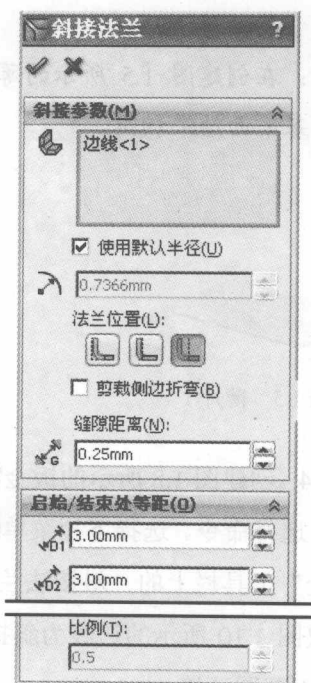

图 1.12 “斜接法兰”窗口
② 选择下拉菜单 **插入(I)** → **退出草图** 命令, 退出草图环境, 系统弹出图 1.12 所示的“斜接法兰”窗口。
(3) 定义斜接法兰参数。
① 定义法兰位置。在 **斜接参数(M)** 区域中, 单击“折弯在外”按钮 , 并在其下的 **g** 文本框中输入切口缝隙值 0.25。
② 定义启程/结束处等距离。在 **起始/结束处等距(O)** 区域的下拉列表  输入 3.0, 在 **g2** 输入 3.0。其他参数采用系统默认设置。
(4) 单击  按钮, 完成斜接法兰 1 的创建。